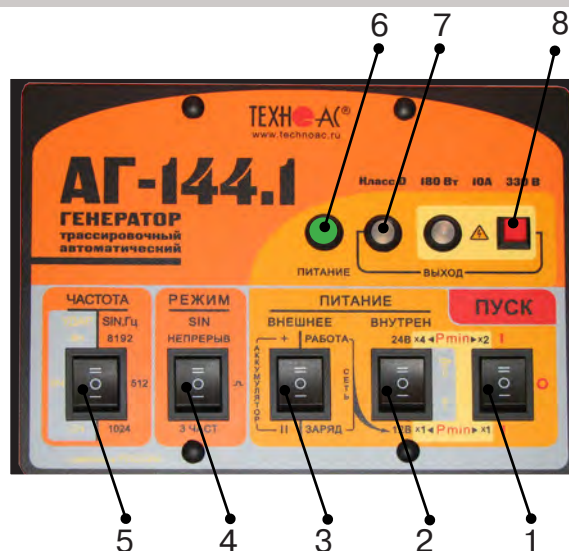

рис. 4.3
Включить питание клавишей включения питания поз.1 **рис.4.3** в одно из положений «I», в зависимости от выбираемой мощности. При свечении индикатора «Питание» поз.6 желтым цветом следует зарядить внутренние аккумуляторы, свечение зеленым цветом - можно приступать к работе.
1) Открыть крышку. Выбрать переключателем «ЧАСТОТА» поз. 5 **рис.4.3** необходимую частоту синусоидальной генерации (512 / 1024 / 8192Гц).
2) Выбрать переключателем «РЕЖИМ SIN» поз. 4 **рис.4.3** необходимый вид синусоидальной генерации (непрерыв//Зчаст).
Переключатель поз.3 **рис.4.3** установить в положение «работа».
Переключателем напряжения внутреннего питания поз.2. **рис.4.3** установить первый коэффициент выбора мощности генерации.
4) Включить питание клавишей включения питания поз.1 **рис.4.3** в положение соответствующее второму коэффициенту выбора мощности
5) Начнется генерация и автосогласование с постепенным возрастанием напряжения на выходе. Здесь следует наблюдать за цветом индикатора «ВЫХОД» поз.7 **рис.4.3**. Если автосогласование закончилось зеленым свечением – заданная мощность достигнута. Если желтым – сопротивление нагрузки слишком велико для заданной мощности при выходном напряжении ограниченном «по умолчанию» на «безопасном» уровне 24 В.
Для запуска «неограниченного» режима следует включить питание (переключателем «ПУСК») при нажатой красной кнопке «» поз.8 **рис.4.3** и удерживать ее до засвечивания красного индикатора «». Мигание этого индикатора обозначает потенциальную «опасность». Непрерывное свечение обозначает реальное наличие на выходе напряжения $\geq 24\text{В}$.
1) Выключить питание генератора клавишей включения питания поз.1 **рис.4.3**, установив ее в положение «0».